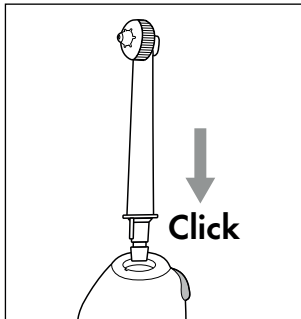

Fig. 2
- ◆ Sæt et børstehoved **2** på håndstykket **5**. Tryk børstehovedet **2** ind i åbningen, indtil du kan høre, at børstehovedet **2** klikker på plads i håndstykket **5**. Sørg for, at tappen for enden af børstehovedet **2** og det tilhørende udsnit i åbningen på håndstykket **5** sidder korrekt (se fig. 2).